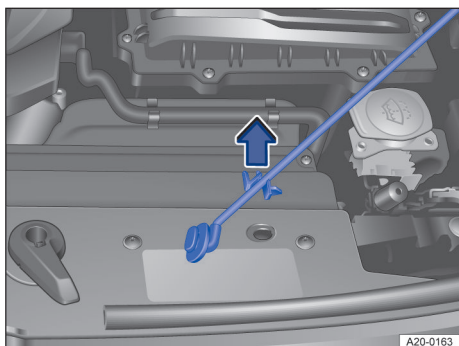
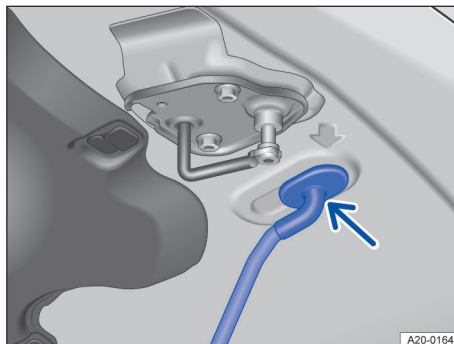

Fig. 193 În compartimentul motor: tija de sprijin a capotei din suport.
Fig. 194 La capota față: punctul de fixare pentru tija de sprijin a capotei.
4. Scoateți tija capotei în sensul săgeții, din suport → fig. 193 și introduceți-o în orificiu → fig. 194.
2. Desprindeți tija de sprijin a capotei din orificiu → fig. 194 și introduceți-o în suport → fig. 193.